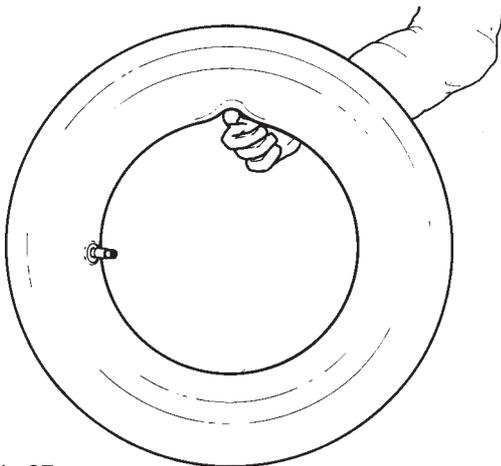

Fig.27
C. Inflate the tube slightly: if held with the index finger it should bend a little (Fig.27).
C. Gonfler un peu la chambre à air: si on la soutient de l'index elle doit se plier un peu (Fig. 27).